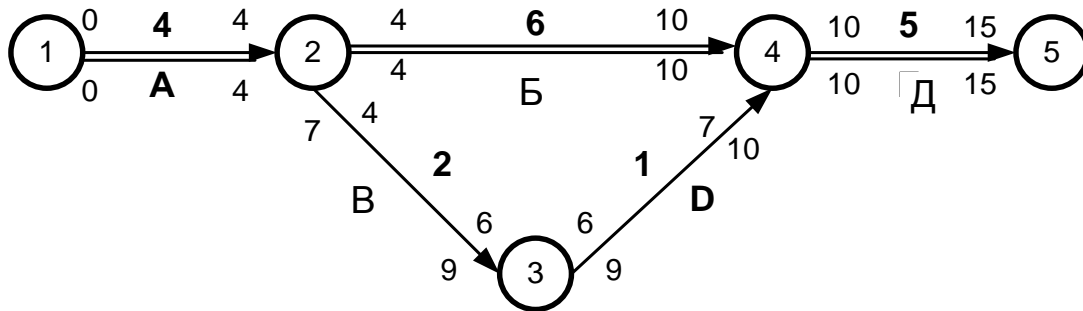

Рис. 1.15. Мережна модель
Завдання. Використовуючи дані мережної моделі (рис. 1.15), побудуйте діаграму Гантта для *ранніх* термінів початку і закінчення робіт.
2. Використовуючи характеристики мережного графіка про *ранні* терміни початку і закінчення робіт (рис. 1.15), розташовані *над стрілка-*
Завдання. Використовуючи дані мережної моделі (рис. 1.15), побудуйте діаграму Гантта для пізніх термінів початку і закінчення робіт.